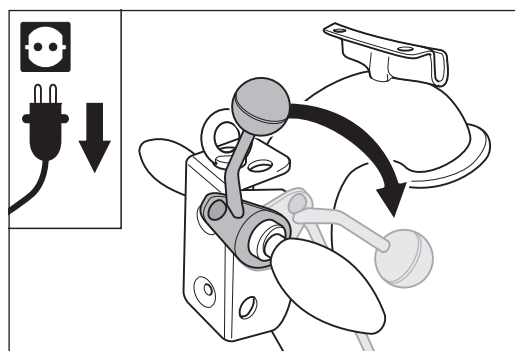

Abb. 28 Den Ablasshebel am Handgriff nach unten drücken.
- 9 Drücken Sie den Ablasshebel am Handgriff nach unten (Abb. 28). Dadurch wird die Schleifwalze auf den Boden abgesenkt.
- 1 Drücken Sie den Ablasshebel am Handgriff nach unten (Abb. 28).